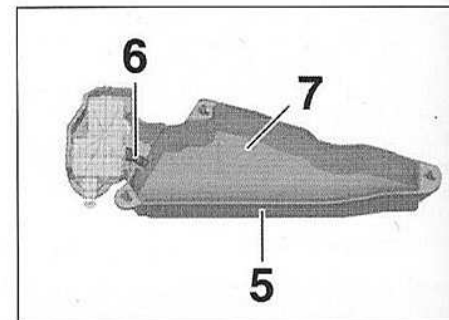

FIG.128
- Débrancher le raccord (6) (Fig.128).
- Déposer le réservoir d'additif de carburant (7).